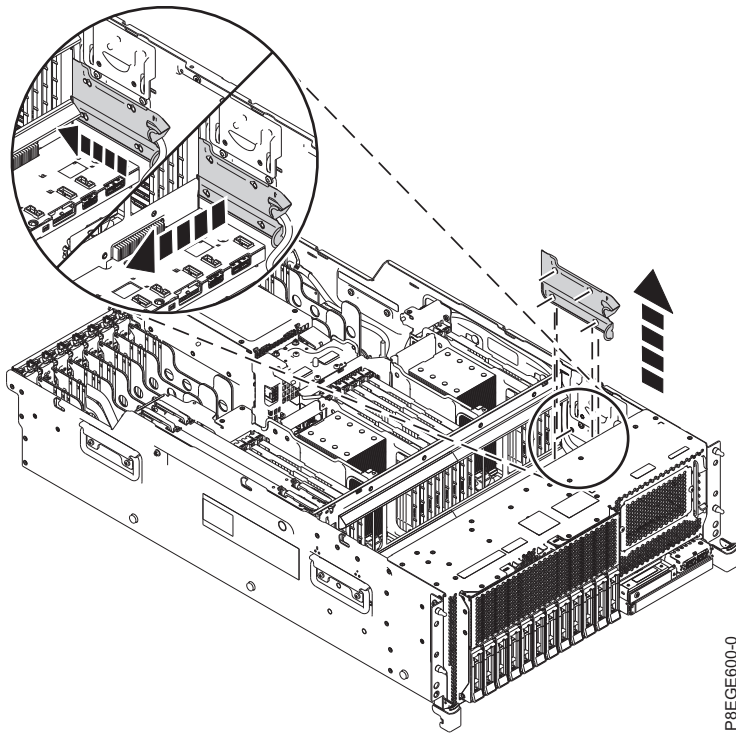

Figure 1. Retrait du cache du câble USB
4. Retirez le cache du câble USB du côté du châssis de système. Saisissez la poignée du haut du cache et tirez ce dernier pour l'écartier du côté du châssis. Poussez le cache vers l'arrière du système jusqu'à ce que les encoches du cache se dégagent des broches sur le côté du châssis, puis retirez le cache. Voir figure 1, à la page 4.